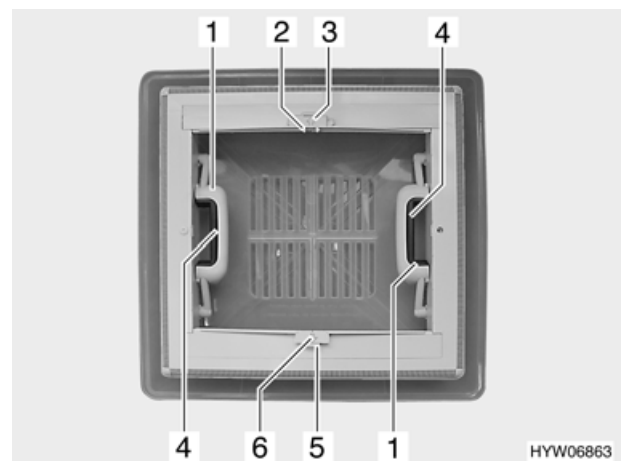

Bild 36 Dachlüfter mit Schnappverschluss
- Schnappverschluss (Bild 36,4) zur Innenseite des Dachlüfters drücken. Gleichzeitig mit dem Griff (Bild 36,1) den Dachlüfter nach oben drücken.
- Arretierung (Bild 36,5) zur Dachlüfteraußenseite drücken.
- Verdunklungsrollo am Griff (Bild 36,6) bis zum gegenüberliegenden Griff des Insektenschutzrollos (Bild 36,2) ziehen und einrasten lassen.
- Griff (Bild 36,2) zusammendrücken. Die Arretierung wird gelöst.
- Verdunklungsrollo am Griff (Bild 36,6) langsam zurückführen.
- Arretierung (Bild 36,3) zur Dachlüfteraußenseite drücken.
- Insektenschutzrollo am Griff (Bild 36,2) bis zum gegenüberliegenden Griff des Verdunklungsrollos (Bild 36,6) ziehen und einrasten lassen.
- Insektenschutzrollo am Griff (Bild 36,2) langsam zurückführen.